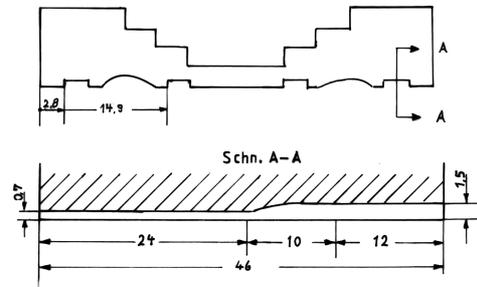

Abb. 3: Teile 1 und 2, Op. 2 a-e / 4 - Achsaufnahmen sägen inklusive Montageaufnahme
- 2: Sägen der Achsaufnahmen (Unterseite) Wenn auch diese Operation ähnlich der vorherigen abläuft, so ist doch hier eine Art vorausblickende Aktion eingeschoben, denn beim Sägen der Achsaufnahmen bzw. der Achsabstände bietet sich die wirklich einmalige Gelegenheit, eine Montageeinrichtung zu schaffen, die genau mit den Maßen der Seitenteile übereinstimmt. Dazu ist allerdings eine geringe Modifikation des normalen Ablaufs notwendig. (Abbildung 3)
- 4: Das Gleiche gilt für die Rundung an der Bodenseite, nur dass hier ein Formschmirgelholz den Rest übernimmt. Wem eine Oberfräse mit dem entsprechenden Radiuswerkzeug zur Verfügung steht, der ist fein raus, aber auch hier fällt etwas Nacharbeit an (dargestellt auf Abbildung 3).